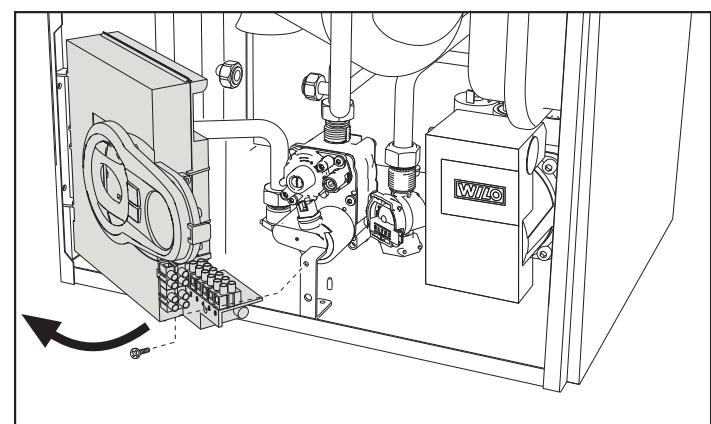

Abb. 21
2. Die Schraube lösen und die Bedienblende umdrehen (siehe Abb.21).